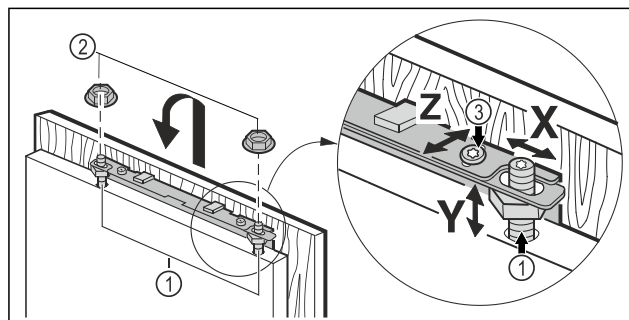

Fig. 18
- ▶ Zawiesić drzwi mebla na sworzniach regulacyjnych Fig. 18 (1) i lekko nakręcić nakrętki zabezpieczające Fig. 18 (2) na sworznie regulacyjne.
- ▶ Ustawianie drzwi mebla na wysokość Y i pochylenie boczne: za pomocą śrubokręta ustawić sworznie regulacyjne Fig. 18 (1).
- ▶ Dokręcić nakrętki zabezpieczające Fig. 18 (3).